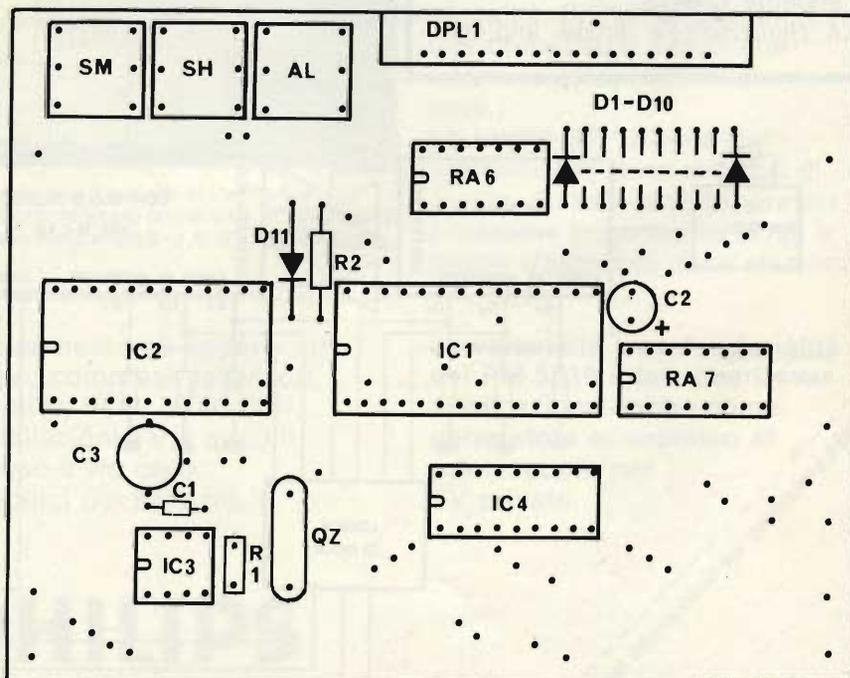

Fig. 3 - Basetta dell'orologio vista dall'alto (lato parti). Scala 1 : 1. I pulsanti di messa a punto possono anche essere esterni.
Fig. 3 - In funzione dello spazio disponibile sul circuito stampato, nonché degli atrezzi da disegno di cui si dispone e della scala che si vuole adottare, la prima cosa da fare consiste nel definire i cinque parametri essenziali della bobina, cioè la larghezza della pista (p), l'intervallo fra spira e spira (s), la lunghezza del lato esterno (D), la larghezza del vuoto interno (Δ) e il numero delle spire (N).